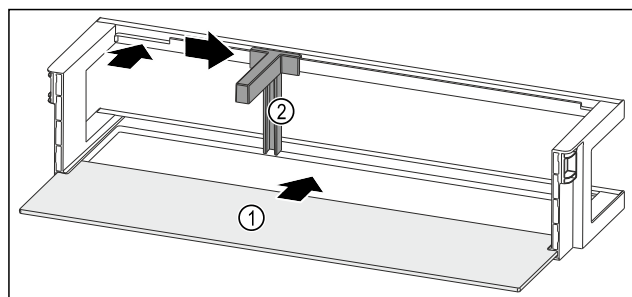

Fig. 279 Dveřní přihrádka s odkládací plochou
- Odkládací plochu Fig. 279 (1) zasuňte do bočních vybrání.
- Držák lahví Fig. 279 (2) vložte do vybrání.
- Držák lahví Fig. 279 (2) posuňte na stranu do požadované polohy.